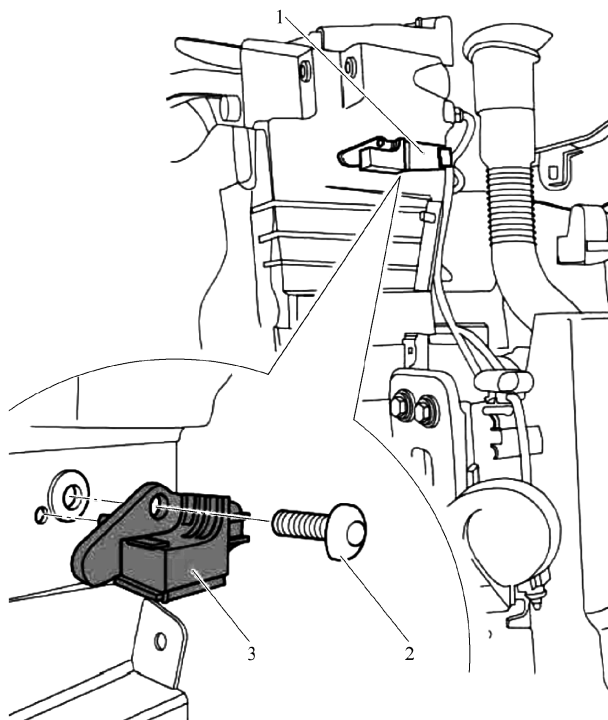

图 12-16 安全气囊传感器位置
① 断开车辆蓄电池连接。
② 松开插头锁止装置，并将插头 1 从驾驶人侧前部安全气囊碰撞传感器 G283 3 上拉出，然后拧下螺栓 2，如图 12-16 所示。
① 安装以与拆卸相反的顺序进行。
② 打开点火开关。
③ 重新连接车辆蓄电池连接。